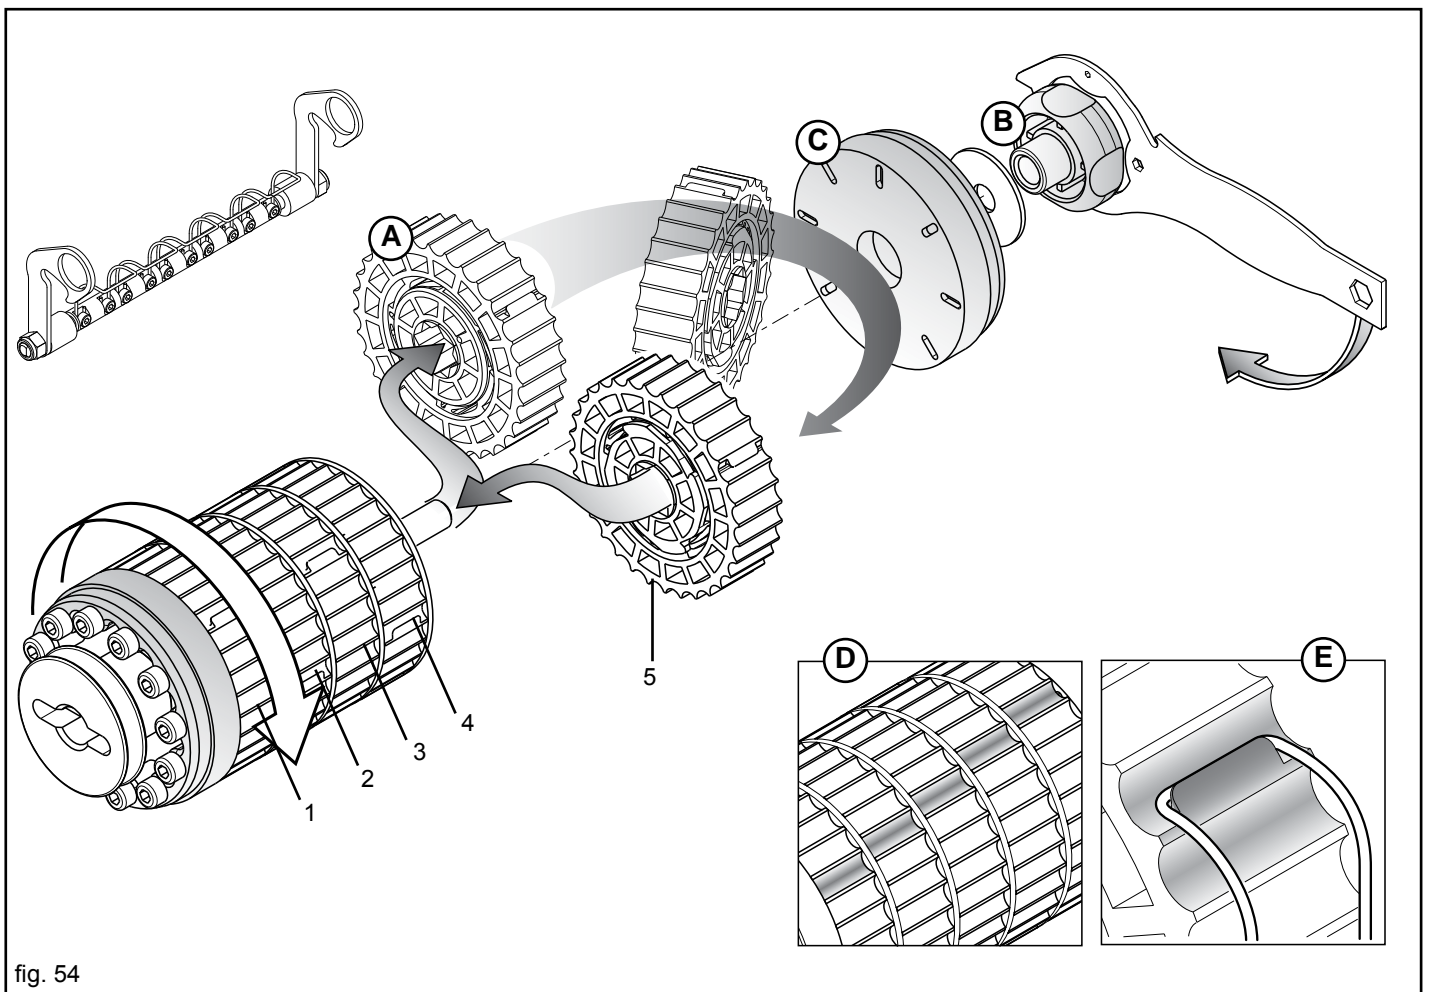

fig. 54
Considerando que cada sector (A, Fig. 54) distribuye el 20% del producto de todo el rodillo dosificador, es posible aumentar los sectores de trabajo y reducir respectivamente la velocidad de rotación del cambio para obtener una distribución homogénea.
Tras haber desmontado el rodillo de dosificación de la máquina, utilice la llave en dotación para destornillar el pomo (B, Fig. 54) y quitar la rosca de bloqueo (C). Quitar el sector o los sectores a activar e instalarlos rotándolo 180°, **respetando las posiciones** (1-2-3-4-5, Fig. 54).
Al instalar nuevamente los sectores, verifique que en condiciones de trabajo las acanaladuras de los sectores activos se encuentren escalonadas las unas respecto a las otras (D, Fig. 54), para garantizar continuidad en la distribución.
Bloquear el elemento limpiador en la posición de funcionamiento verificando que los resortes enganchen los sectores excluidos (E, Fig. 54) para impedir su rotación y, por lo tanto, la distribución.